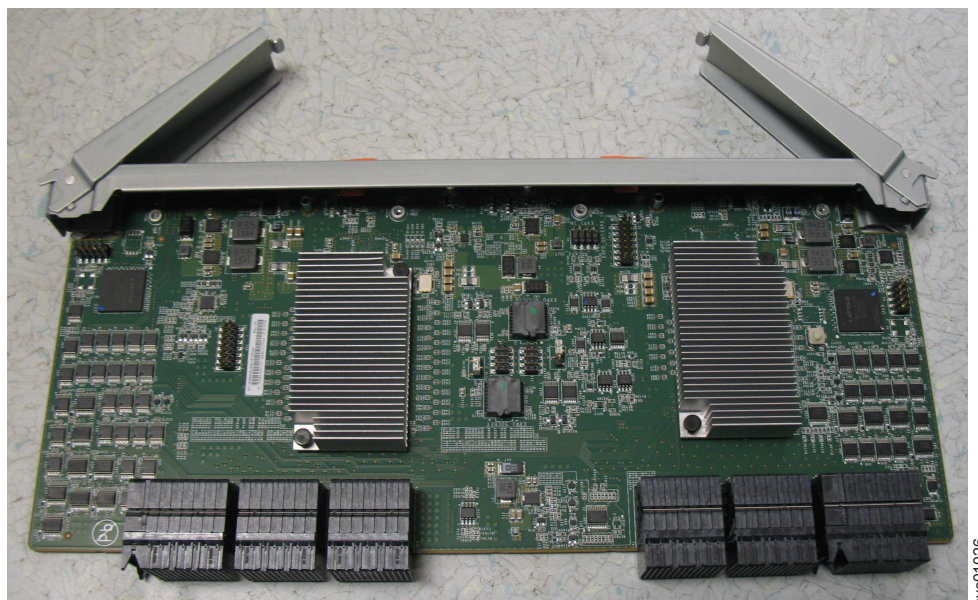

図 87. エンクロージャーから取り外された 2 次拡張機構モジュール
5. 118 ページの図 87 に示すように、2 次拡張機構モジュールを安全な場所に置きます。